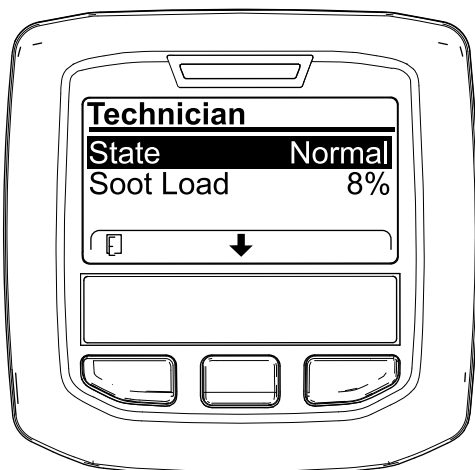

Figura 40
- Utilizai tabelul de operare DPF pentru a înțelege starea actuală a operării DPF (Figura 40).